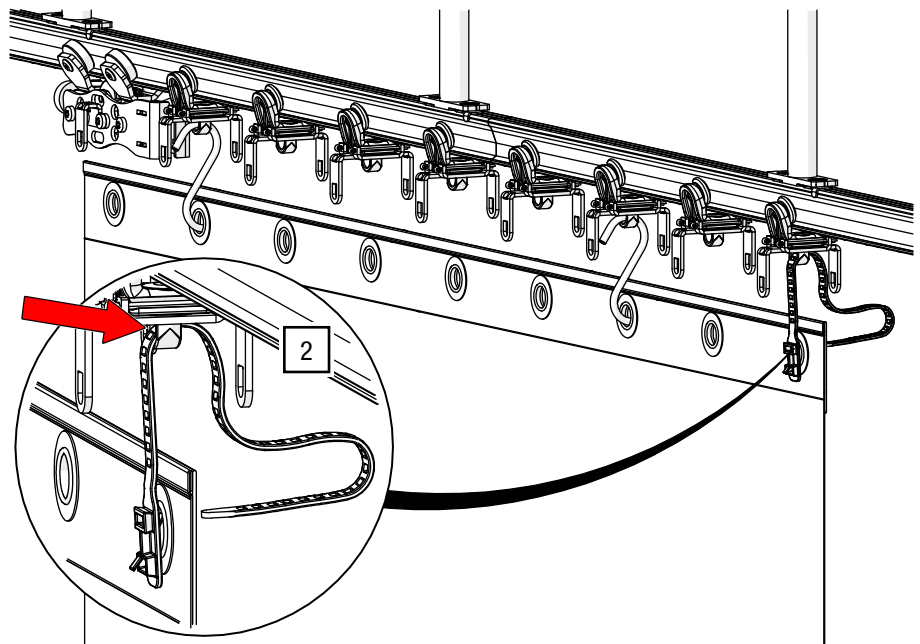

Abb. 104: Softbinder – In G-TRACK OFFICE 2-Rad-Vorhang-Laufwagen einfädeln
2. Fädeln Sie den Softbinder in den G-TRACK OFFICE 2-Rad-Vorhang-Laufwagen ein und fädeln Sie diesen durch das erste Loch im Softbinder (siehe Abb. 104).